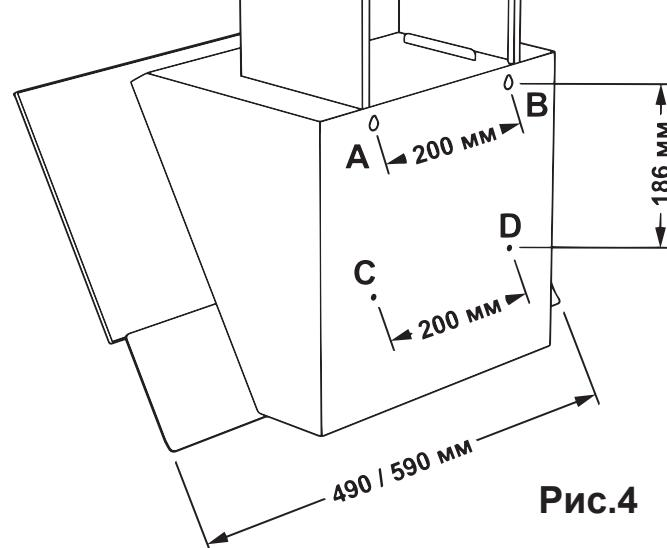

Рис.4
6.4 Проведите разметку крепежных отверстий корпуса на стене кухни. Для этого изготовьте бумажный шаблон с координатами 4-х отверстий на задней стенке корпуса (точки А, В, С, Д див. схема монтажу); приложите шаблон к стене на необходимой высоте, указанной ранее, и выровняйте по уровню (рис.4).
**6.10** Установите телескопический кожух дымохода на корпусе вытяжки. Поднимите верхнюю панель кожуха с планкой под потолок, чтобы он закрывал воздуховод вентиляции, и разметьте по пазам планки **2 отверстия под крепление (точки E, F)** рис.4.
**6.13** Установите внешнюю панель кожуха дымохода в пазы на корпусе вытяжки, а внутреннюю – поднимите вверх до совмещения отверстий крепления с планкой и соедините с боков **2-ма шурупами ПКГ 2,9x9,5** (рис.4).